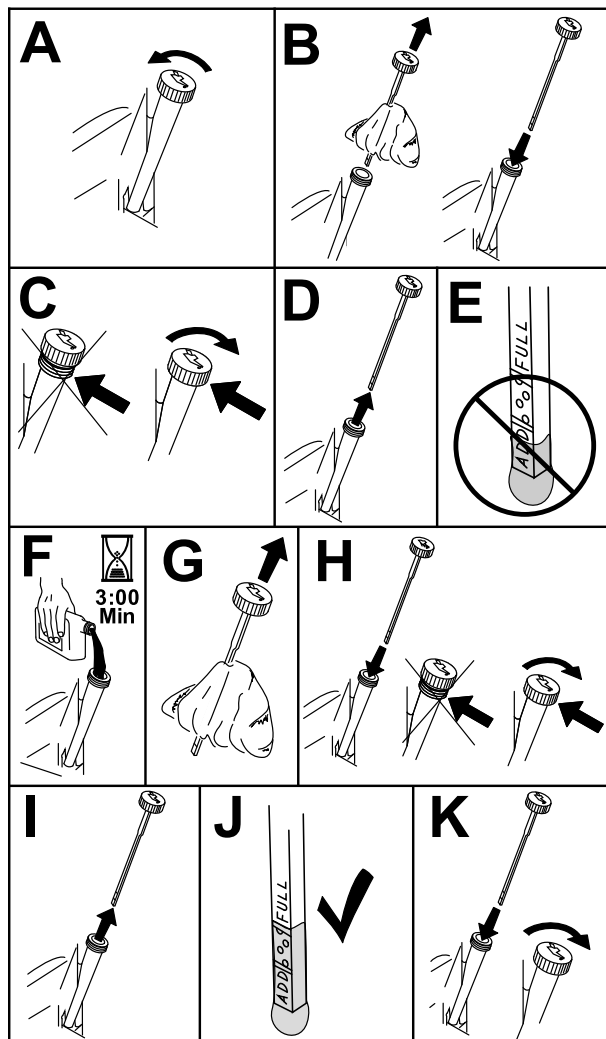

Bild 42
3. Reinigen Sie den Bereich um den Ölfüllstutzendeckel bzw. den Peilstab vor dem Abnehmen, damit kein Schmutz oder Schnittgut usw. in den Motor gelangt (Bild 42).